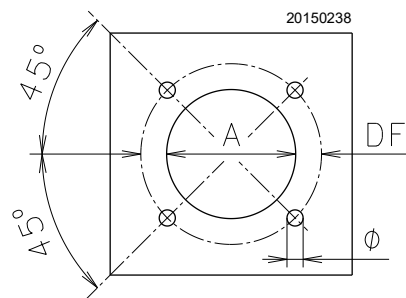

Рис. 13
Просверлите отверстия в плите, закрывающей камеру сгорания, как показано на рис (Рис. 13). Положение резьбовых отверстий можно разметить с помощью теплового экрана из комплекта горелки.
- Вставьте горелку в ранее подготовленное отверстие котла (Рис. 13) и закрепите ее при помощи винтов из комплекта поставки.